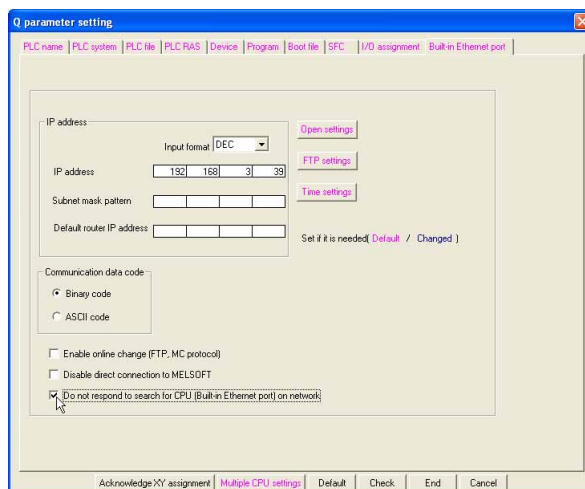

图 3.10 内置以太网端口设置
- 通过在可编程控制器参数的内置以太网端口设置中进行按图 3.10 所示的选择，可以将来自于网络上的 CPU 搜索设置为不响应。